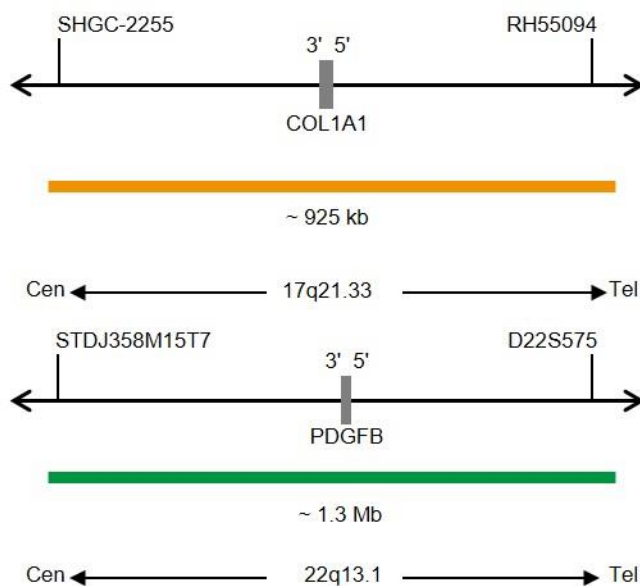

Fig. 1: In alto: Mappa della sonda SPEC COL1A1; In basso: Mappa della sonda SPEC PDGFB (non in scala)
- Polinucleotidi (~6 ng/μl) marcati con ZyOrange (eccitazione 547 nm/emissione 572 nm), le cui sequenze target mappano in 17q21.33* (chr17:47,820,343-48,744,021) in cui è localizzato il gene COL1A1 (vedere Fig. 1).
- Polinucleotidi (~12 ng/μl) marcati con ZyGreen (eccitazione 503 nm/emissione 528 nm), le cui sequenze target mappano in 22q13.1* (chr22:38,928,973-40,267,687) in cui è localizzato il gene PDGFB (vedere Fig. 1).